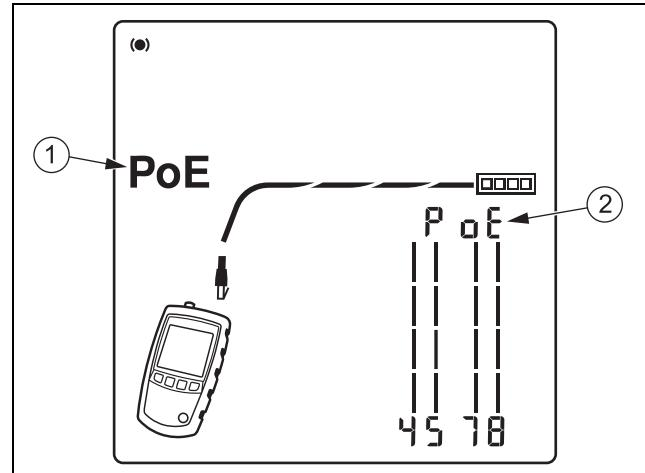

Abbildung 23. PoE-Anzeige
Um den PoE-Modus auszuwählen, **MODE** drücken, bis **PoE** auf der Anzeige erscheint, siehe Abbildung 23 (1).